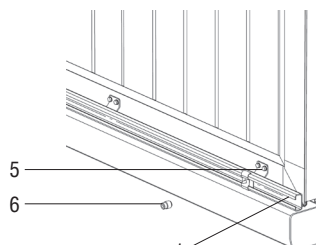

Рисунок 4
4. Накрутите на болт втулку (6), но не затягивайте ее. Втулка (6) должна прижимать скобу (5) к С-профилю (1) (рисунок 4).